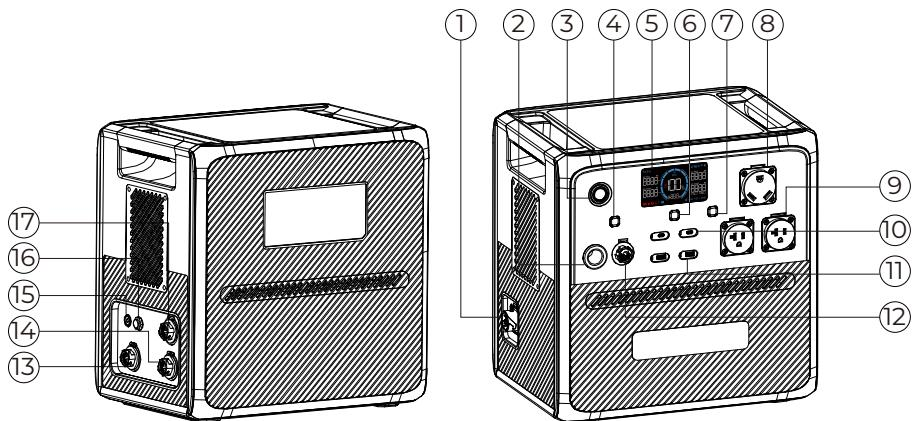

図 3-1 AC240の入出力ポートと操作ボタン
- ・AC240 の DC 充電ポート(図 3-1) がソーラー発電充電に使用される場合、入力可能範囲は最大 11V~60V/21A です。